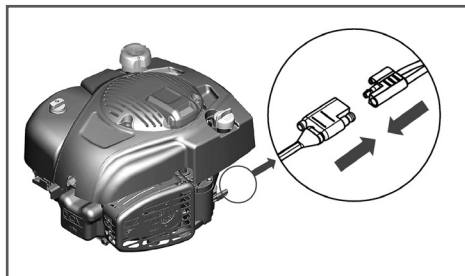

Рис. 10 Подключение кнопки включения электростартера
10. Соедините разъемы цепи включения электростартера (разъем проводов от кнопки включения на декоративной панели и разъем проводов цепи включения электростартера на двигателе (Рис. 10).